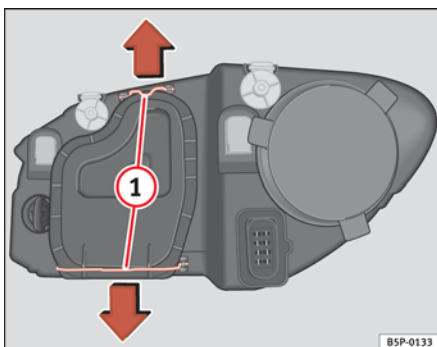

Fig. 167 Luz de cruce
- Desplace los tirantes ⇒ fig. 167 ① en el sentido de la flecha y saque la tapa.